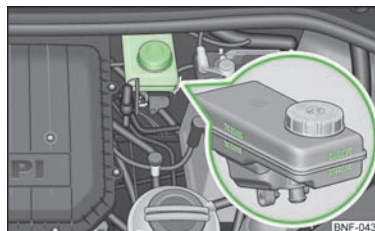

Fig. 100
- > Kontroller bremsevæskestanden i beholderen » Fig. 100. Standen skal altid være mellem markeringerne MIN og MAX.